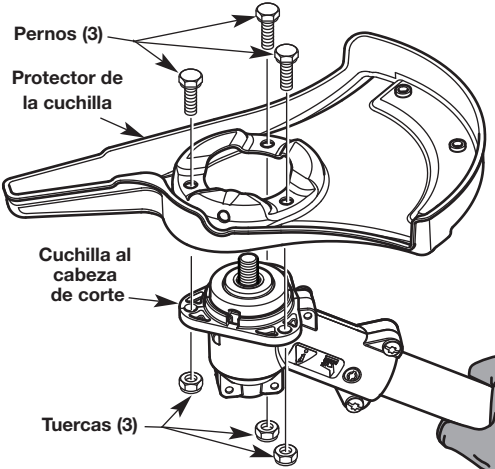

Fig. 9
- Sujete el protector de la cuchilla al cabezal de corte con los tres pernos y tuercas de protección usandouna llave de boca cerrada o de cubo de 7/16 de pulgada (Fig. 9).
- Afloje y quite los pernos y las tuercas de guardia tres con una llave de 7 / 16 pulgadas de extremo cerrado o zócalo (Fig. 9). Tienda con hoja de corte cepillo para uso futuro.